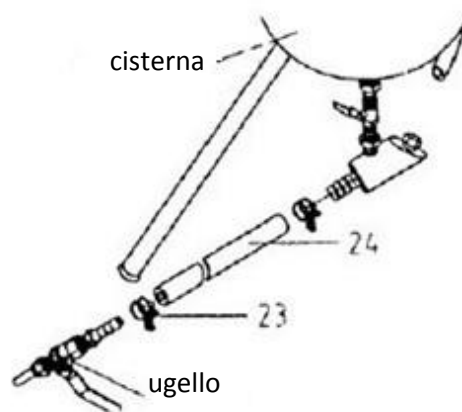

Figura 6
6. Fare riferimento alla Figura 6 per collegare la valvola di dosaggio della sabbia (elemento 4) alla valvola di intercettazione dell'ugello (fase 5). Posizionare le fascette stringitubo (23) su ciascuna estremità del tubo di sabbia (24). Fissare un'estremità del tubo al raccordo di uscita della sabbia (22) e fissare l'altra estremità all'adattatore (25). Entrambe le estremità del tubo devono essere saldamente inserite nei connettori. Far scorrere le fascette lungo il tubo fino a ciascun raccordo e serrarle saldamente in modo che il sistema sia ermetico e possa resistere a pressioni di 65-125 PSI.